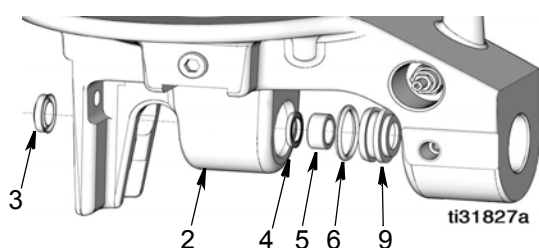
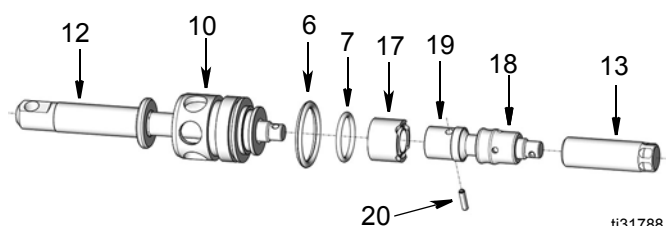

FIG. 19
FIG. 20
6. Retirer le cylindre de la pompe (11) et la tige de piston de la base de la pièce coulée de la base de la pompe (2).
7. Contrôler si le joint racleur (3) est endommagé ou usé. S'il est endommagé et/ou usé, le retirer de la base de la pompe (2) (FIG. 19).
8. Déposer la retenue de joint (9) de la base de la pompe (2). Retirer le joint de la coupelle (4), le joint torique (6) et le joint à soufflet (5) de la retenue de joint (FIG. 19).
9. Déposer l'ensemble tringle piston du cylindre de la pompe (11).
10. Retirer la goupille élastique (20) qui retient la tige de piston (19) sur la tige de palette (12). Dévisser la tige de piston pour la séparer de la tige de palette (FIG. 20).